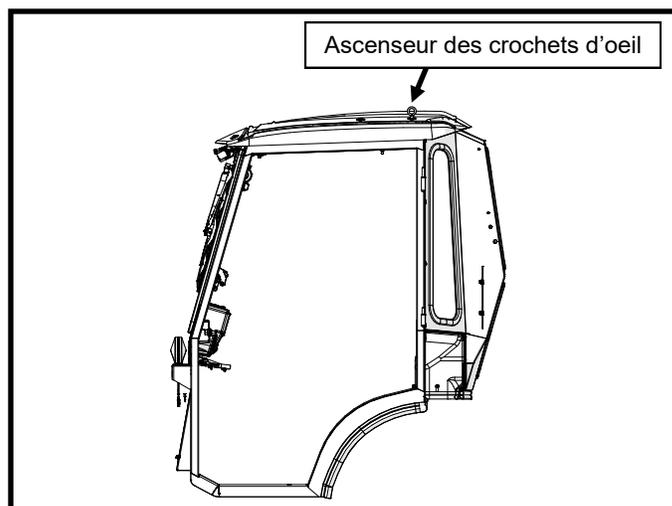

Figure 24 : Enlever les portes et soulever la cabine
24. Fixez la cabine à un treuil supérieur à l'aide des crochets oculaires dans le toit, comme le montre la figure 24. Retirez les boulons qui sécurisent la cabine jusqu'à la palette d'expédition : (1) boulon dans chaque plancher, (2) boulons dans chaque jambe avant et (4) boulons dans le panneau arrière.
25. Soulevez la cabine par les crochets oculaires dans le toit comme le montre la figure 24. La cabine bascule légèrement vers l'avant car elle est soulevée via les anneaux. Suspendre temporairement la cabine en l'air pour l'étape 26.